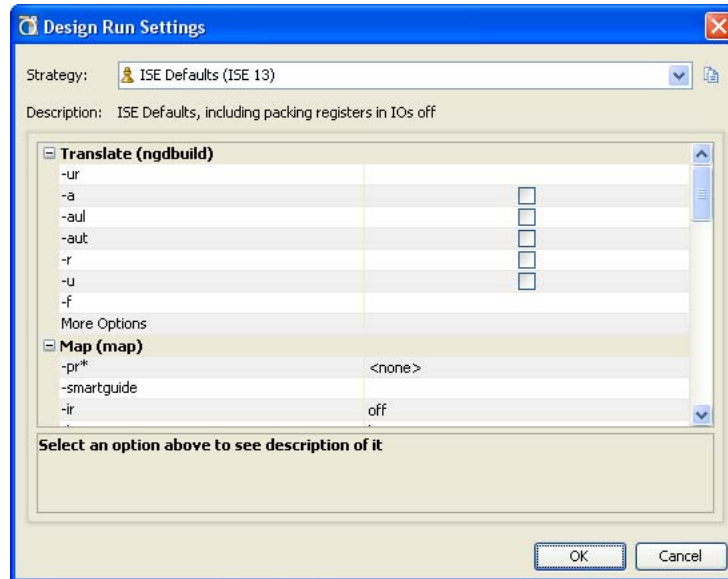

図 9-4： [Design Run Settings] ダイアログ ボックス
- **[Options]** : run に使用するインプリメンテーション ストラテジを選択します。262 ページの図 9-4 示すように、参照ボタンをクリックし、ISE コマンド オプションを修正します。